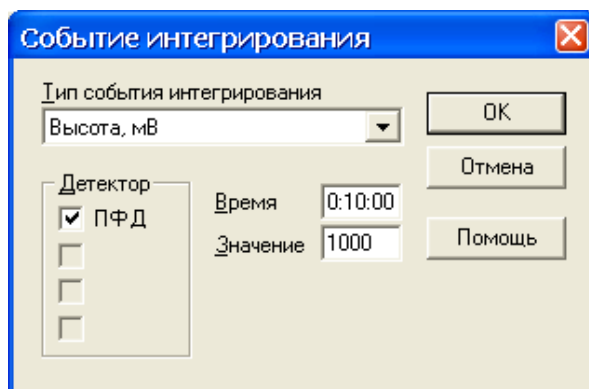

Рисунок 7.13. Создание события интегрирования
- В диалоговом окне **Интегрирование** нажмите кнопку **Добавить**. На экране появится диалоговое окно создания нового события интегрирования (см. рисунок 7.13).